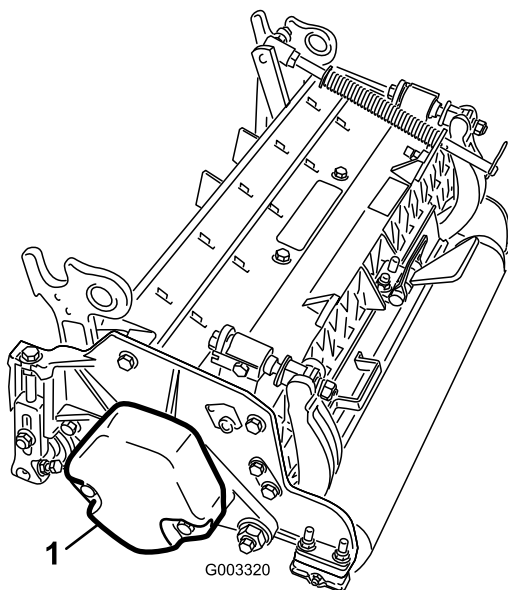

**Bild 4**
4. Stellen Sie sicher, dass der Gegenballast (Bild 4) am richtigen Ende des Mähwerks montiert ist, siehe die *Bedienungsanleitung* des Mähwerks.